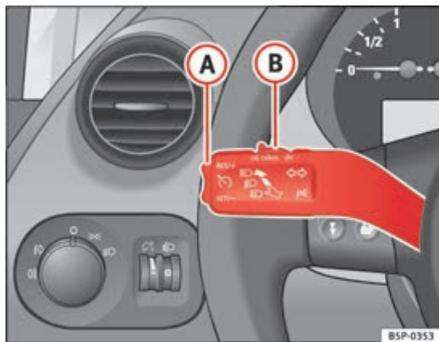

Fig. 148 Levier des clignotants et de l'inverseur-codes : contacteur et touche à bascule pour le régulateur de vitesse
- Lorsque la vitesse à mémoriser est atteinte, appuyez brièvement sur la partie inférieure **SET/-** de la commande à bascule ⇒ fig. 148 **A** à une seule reprise.